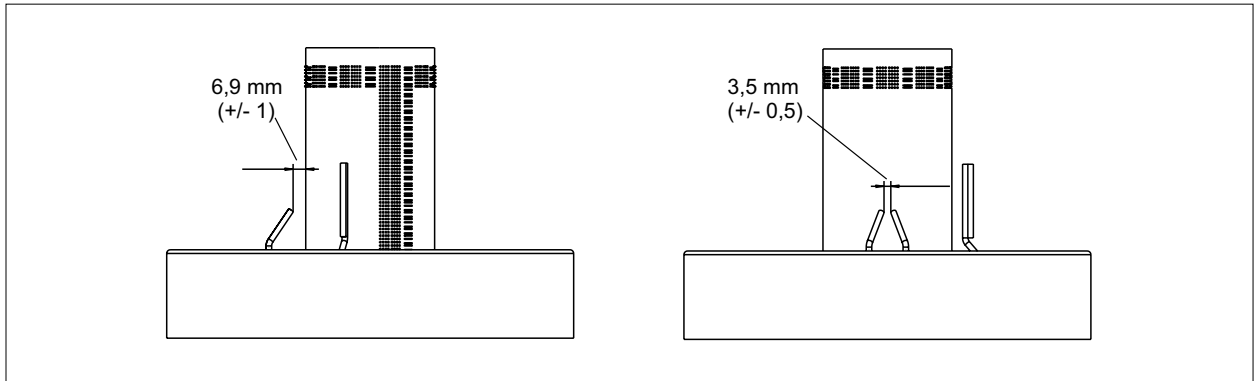

Fig. 6.5 Distancias del electrodo de encendido
- ▶ Comprobar distancias Fig. 6.5.